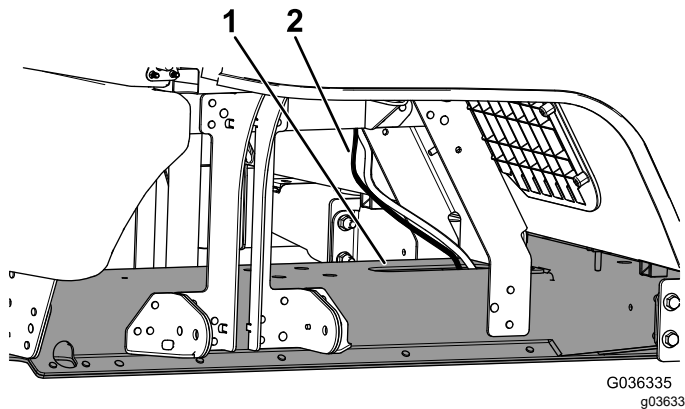

Figura 11
3. Enrute el arnés de cables del kit a través de la abertura en la parte superior del perfil del bastidor (Figura 11).